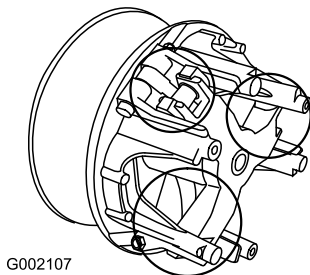

Bild 41
5. Schmieren Sie die beweglichen Teile in den Bereichen, die in Bild 41 eingekreist sind, mit Toro Dry Lubricant Spray ein. Sie erhalten den Spray von Ihrem Toro Vertragshändler oder Distributor.